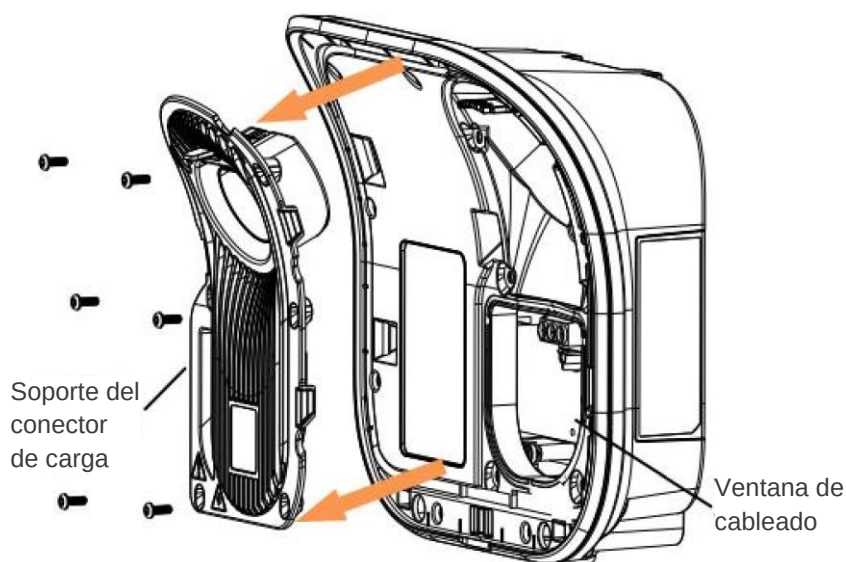

Figura 4-12. Retirada del soporte del conector de carga
- (4) Retire los 6 tornillos que conectan el soporte del conector de carga y la cubierta frontal, luego retire el soporte del conector de carga y prepárese para conectar el cable de alimentación desde la ventana de cableado, como se muestra en la Figura 4-12.